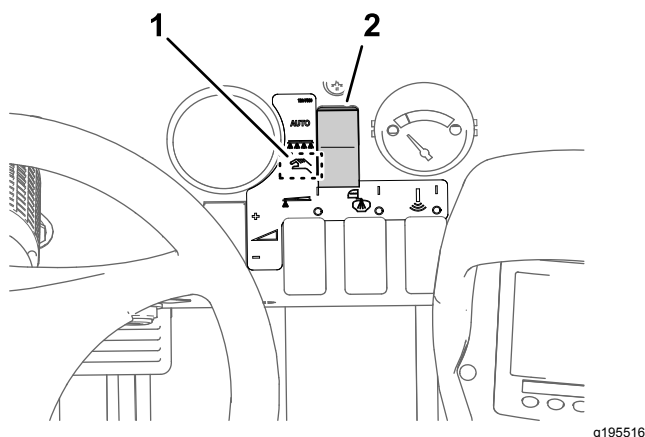

図 31
2. 散布モードボタンで「手動」散布モードにセットする 図 31。